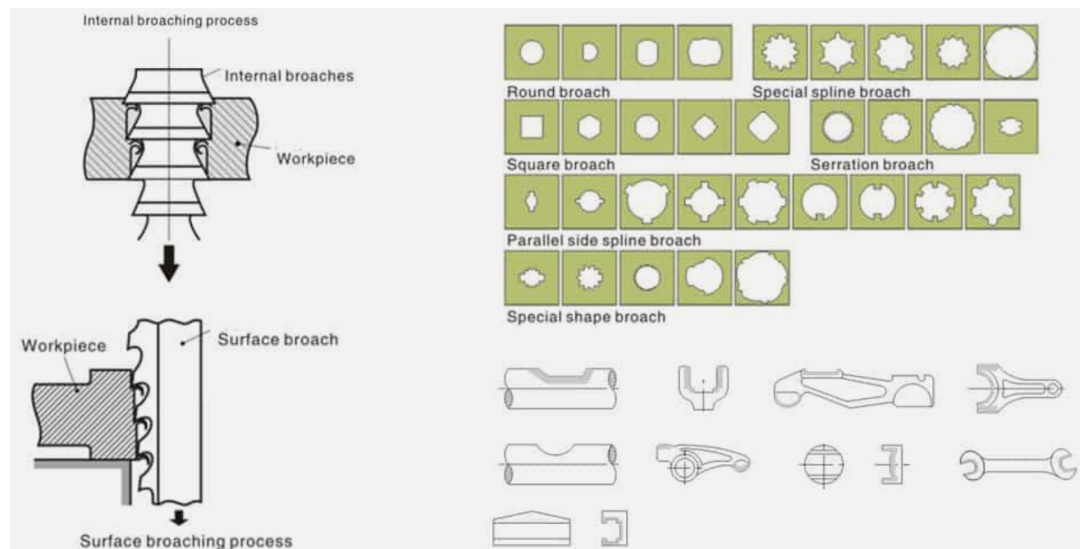

Fig. 40 Brochado [<https://broaching-machine.net/>]
- *Brochado*: (Fig. 40) operación destinada a mecanizar ranuras, en el interior de orificios o en el exterior de ejes, empleando unas brocas multifilo llamadas brochas que, de forma similar a una sierra, arrancan material al entrar y lo expulsan al salir.